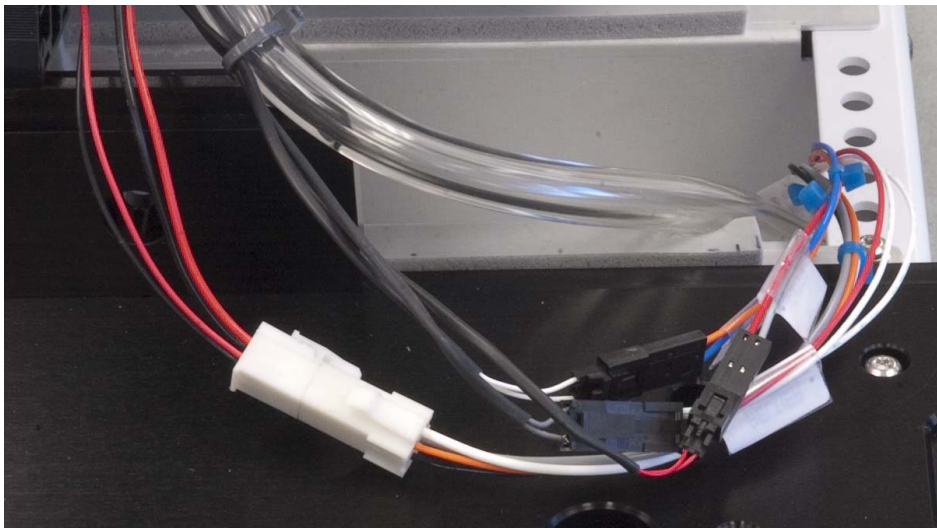

図 53 ケーブルの接続
- 38** すべてのケーブルを接続します。各ケーブルには独自のサイズのハーネスがあります。誤ったハーネスに無理に差し込まないでください (図 53)。